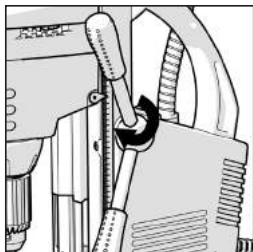

Fig. 1
- Attaccare le tre maniglie sul mozzo del mandrino accertandosi che entrino totalmente in sede. **(Fig. 1)**